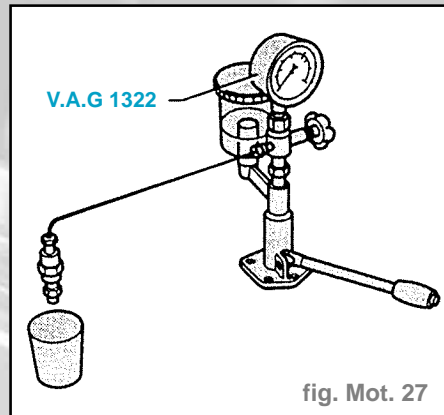

fig. Mot. 27
- Vérifier les injecteurs avec le **V.A.G. 1322** et la conduite de pression **V.A.G. 1322/2** (fig. mot. 27).